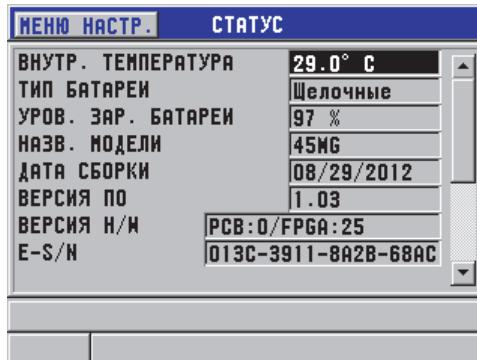

Рис. 12-5 Окно СТАТУС
2. В окне СПЕЦ.МЕНЮ (см. Рис. 4-2 на стр. 55) выберите СТУТУС (см. Рис. 12-5 на стр. 225).